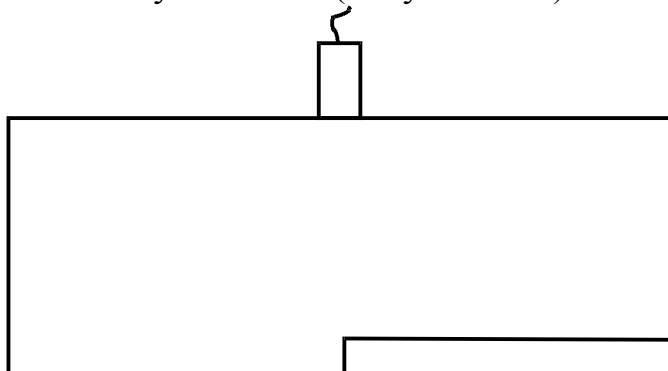

Рисунок 3.15
3.8.2.1 Лучевую разрешающую способность (ЛРС) определяют на плоскопараллельных образцах с донной поверхностью в виде ступеньки (Рисунок 3.15). Если расположить ПЭП непосредственно над ступенькой, то на экране дефектоскопа получим двойной импульс (Рисунок 3.17). Если разница в